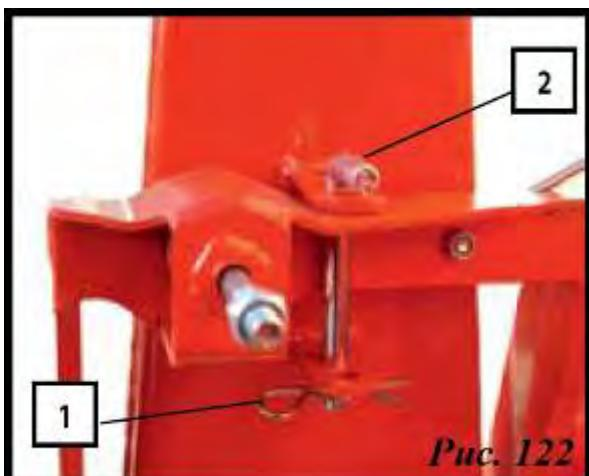

Рис. 122
- А. Установить фиксатор (2, рис. 122) и штифт (1, рис. 122).
- А. Вынуть штифт (1, рис. 122) и снять фиксатор (2, рис. 122).